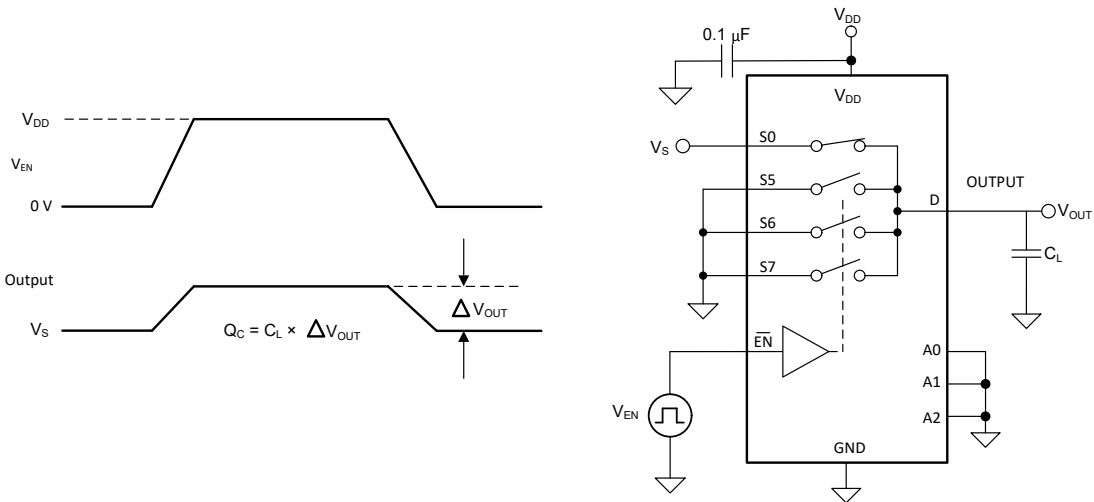

图 7-8. 电荷注入测量设置
NMOS 和 PMOS 晶体管之间电容的任何不匹配都会导致在栅极信号的下降沿或上升沿期间向漏极或源极注入电荷。注入器件源极或漏极的电荷量称为电荷注入, 用符号  $Q_C$  表示。图 7-8 显示了用于测量从源极 (Sx) 到漏极 (D) 的电荷注入的设置。